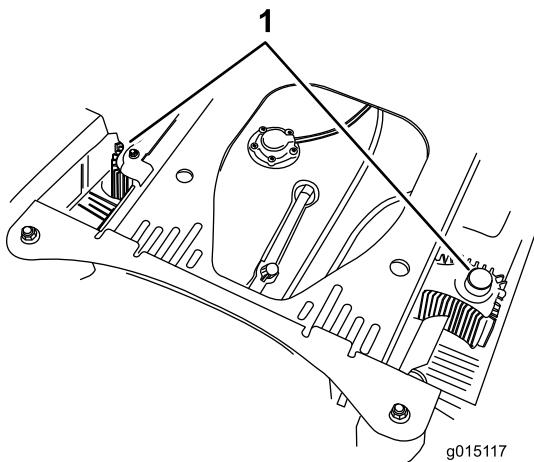

Figura 74
4. Limpie cualquier residuo o hierba de las cubiertas de las unidades hidráulicas (Figura 74).